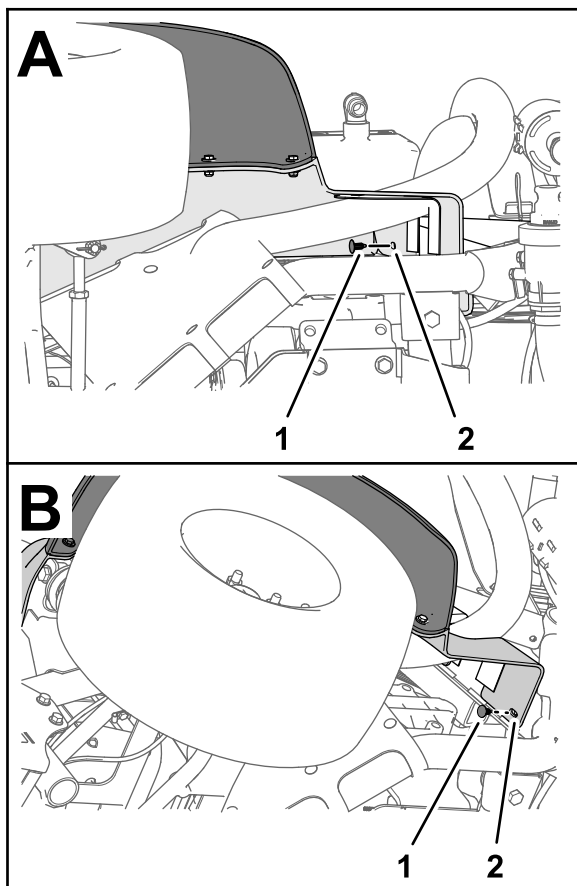

Figure 220
5. Fixez l'aile au profilé de cadre avec les 2 fixations à pression (**Figure 220**).